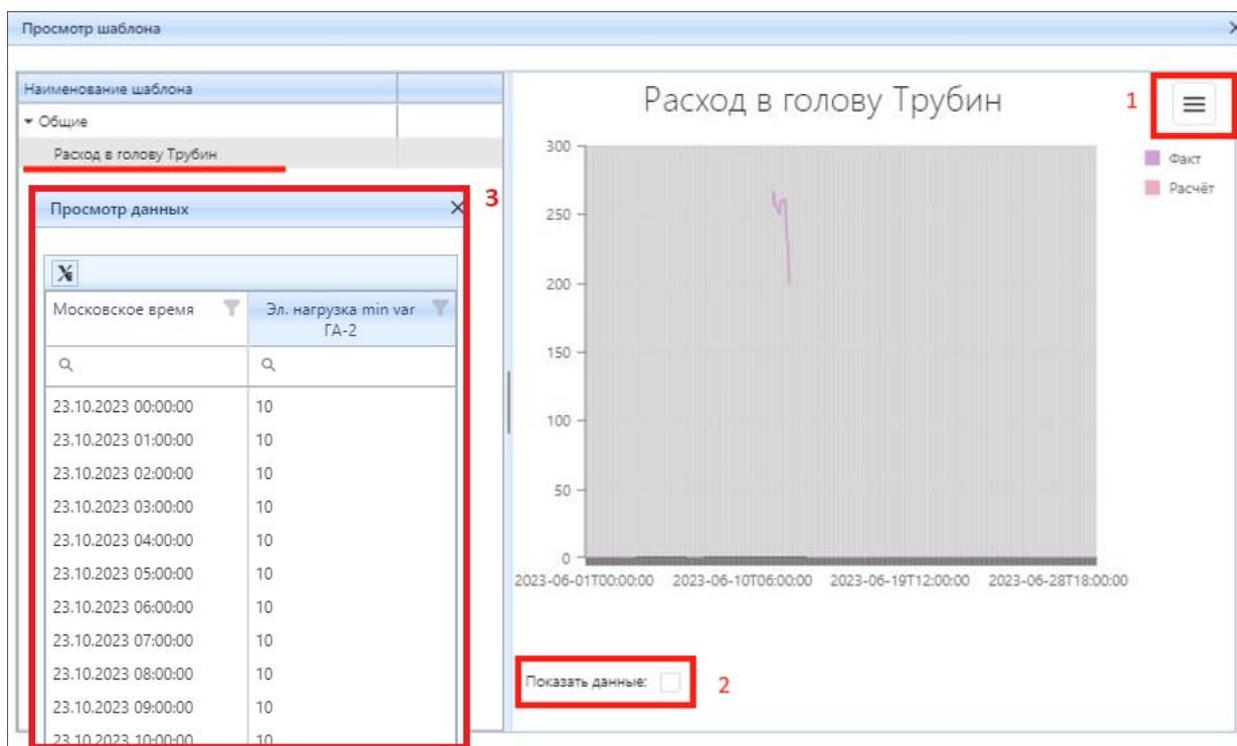

Рисунок 4.7.41 – Анализ данных
- кнопка (3) «Анализ данных» (рис. 4.7.40) предназначена для анализа значений выбранного параметра в графическом или табличном виде. По нажатию данной кнопки открывается окно «Просмотр шаблона» (рис. 4.7.41). В данном окне доступен выбор одного из шаблонов, созданных ранее (п. 4.7.2.1).
После выбора шаблона, в правой части окна появится график с данными из колонок, которые были указаны в конструкторе при создании шаблона. Если данные для конкретных дат присутствуют, то на графике появятся характерные линии. При активации чек-бокса (2) «Показать данные» (рис. 4.7.41), откроется отдельное окно (3) (рис. 4.7.41), с отображением значений, которые использовались для построения на графика. По нажатию кнопки (1) (рис. 4.7.41) появится выпадающий список с возможными действиями «Печать графика» и преобразования его в другой формат для отображения и скачивания на АРМ пользователя.